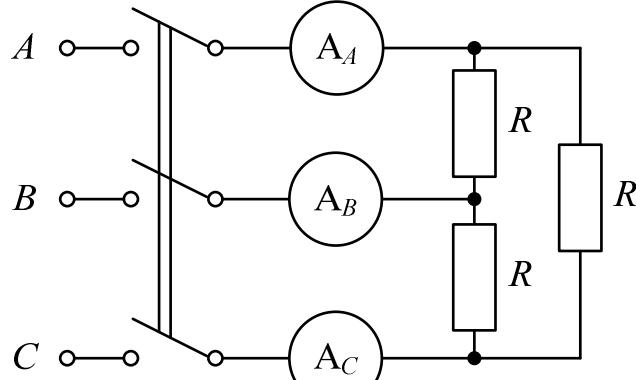

Рис. 10.1.
В работе проводится исследование цепи, схема которой в симметричном режиме показана на рис. 10.1.
2. Собрать электрическую цепь по схеме рис. 10.1 и снять показания приборов в симметричном режиме.